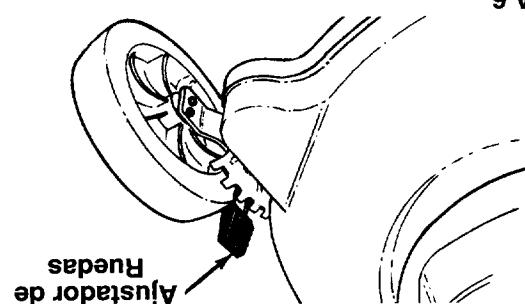

FIGURA 6.
- Para caminar la altura de corte, muerva las palancas de ajuste hacia las ruedas hacia abajo como se muestra en la figura 6. Cas de ajuste hacia las ruedas. Vea la figura 6.